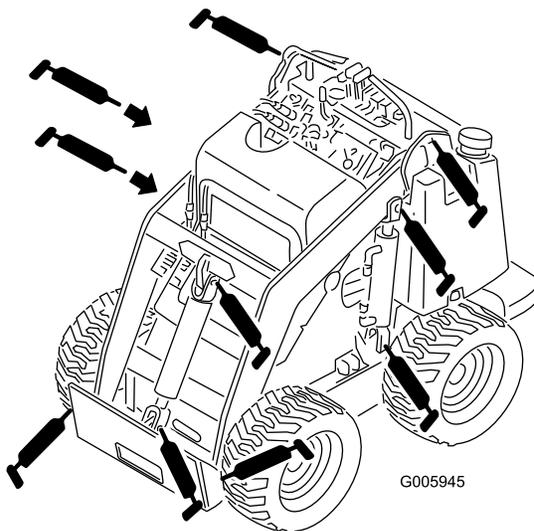
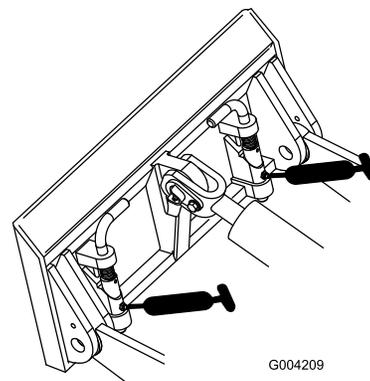

図 26
図 27
4. ニップルにグリスガン进行接続する 図 26と 図 27。